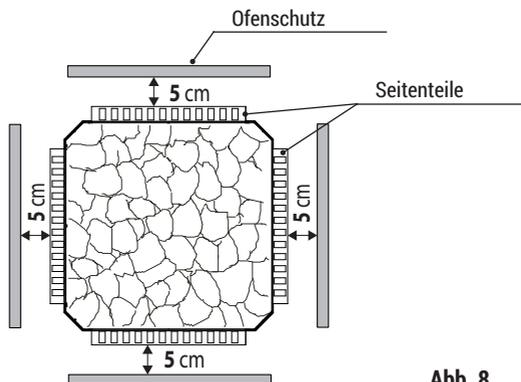

Abb. 8
Seitenteile sind optional als Zubehör erhältlich (Art. 30509-3S) und können nach Wunsch an 1- 4 Seiten angebracht werden. Durch die Montage der Seitenteile wird die seitliche Wärmestrahlung reduziert, dass die Mindestabstände zu brennbaren Materialien nur noch 5 cm betragen (Abb. 8).
- Die Abstände zwischen Heizgerät und Kabinenwand, sowie Ofenschutz, Liegebank und anderen brennbaren Materialien ändern sich auf 5 cm (siehe Abb. 8).